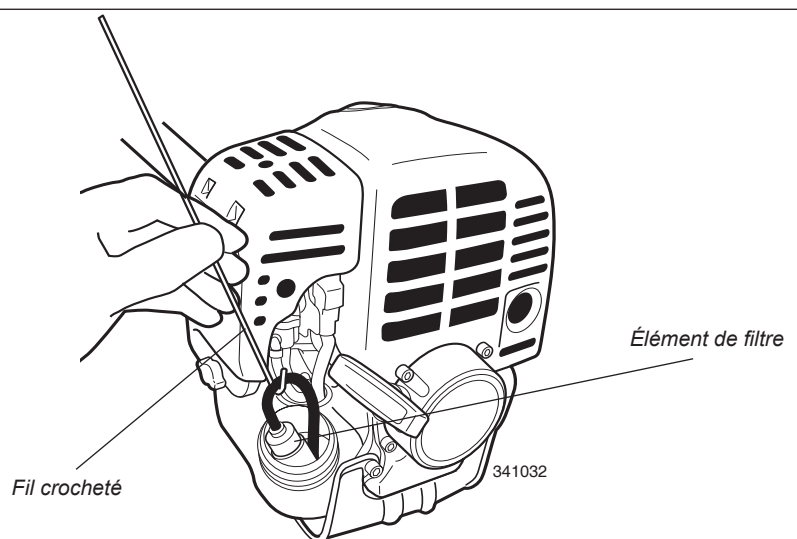

Figure 40
- Utiliser un fil croché pour extraire le filtre à carburant du réservoir à carburant. Voir figure 40.